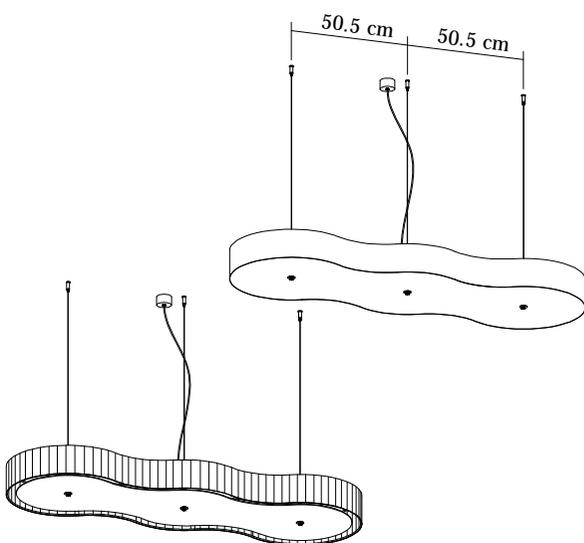

Fig. 1
- Fissare a soffitto i particolari (A) con le apposite viti (X) e tasselli (Y) (Fig. 1).
- Avvitare il particolare (B) al particolare (A). Per la regolazione del cavo d'acciaio (D), svitare la sicura (C) e tenendo premuto il pistoncino (B1) posizionare la lampada all'altezza desiderata, quindi rilasciare il pistoncino (B1) e richiudere la sicura (C) (Fig. 1).
- Fix on the ceiling the details (A) with the screws (X) and the dowels (Y) (Fig. 1).
- Screw the detail (B) to the detail (A). Regulate the steel cable (D) by unscrewing the safety (C) and pressing the little piston (B1) and place the lamp at the wanted height, then release the little piston (B1) and close again the safety (C) (Fig. 1).